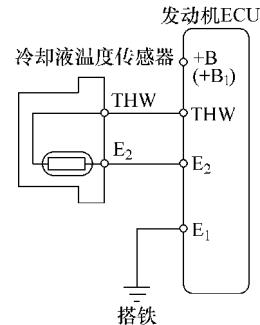

图 5-61 丰田车冷却液温度传感器电路
(2) 检测冷却液温度传感器输出信号的电压 装好冷却液温度传感器, 将此传感器的导线插接器插好, 当点火开关置于 ON 位置时, 如图 5-61 所示, 从冷却液温度传感器导线插接器 “THW” 端子 (丰田车) 或从 ECU 插接器 “THW” 端子与  $E_2$  间测试传感器输出电压信号, 当在  $80^{\circ}\text{C}$  时应为  $0.25 \sim 1.0\text{V}$ 。